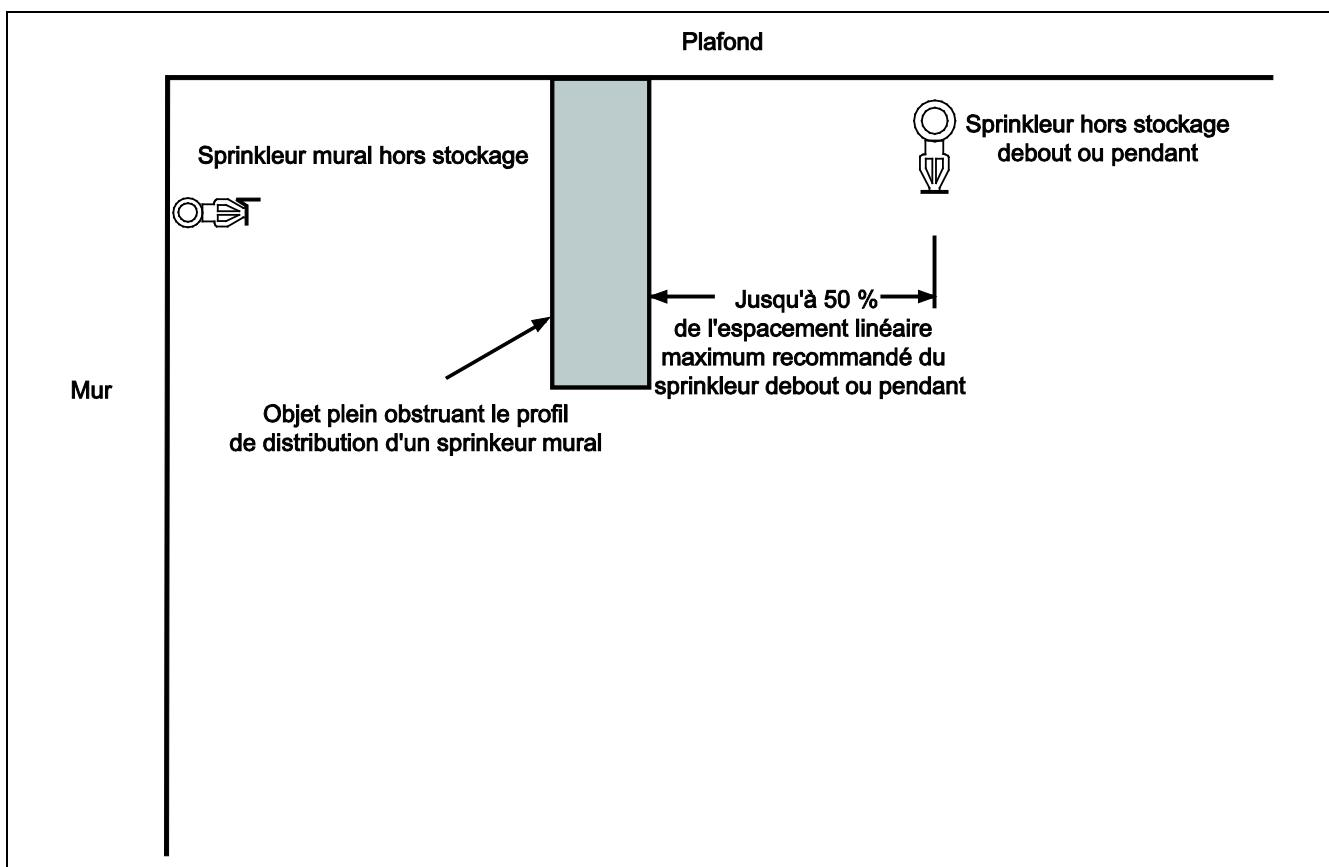

Fig. 17. Sprinkleurs supplémentaires installés pour palier l'obstruction provoquée par des objets pleins en toiture.
- (b) Installer des sprinkleurs supplémentaires du côté opposé de l'obstruction à une distance horizontale n'excédant pas 50 % de l'espacement linéaire maximum recommandé pour le sprinkleur installé. Voir la Figure 17 pour le schéma de cette configuration.